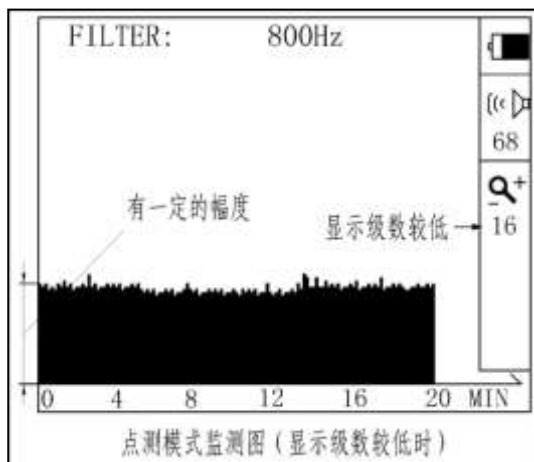
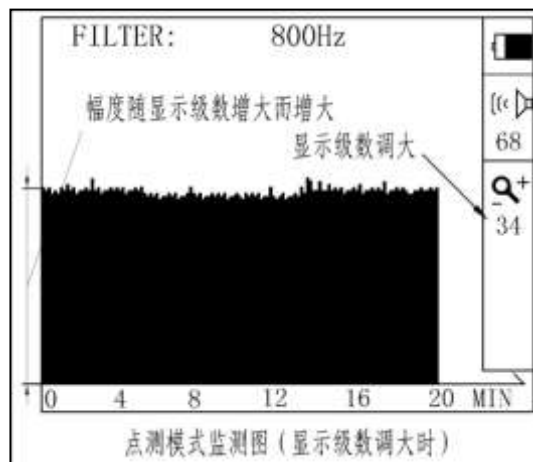

图 9.4
图 9.5
- b) 如果无论将显示级数调小或调大，图形显示为幅度都较大的包络线，可判断该处附近有漏点（见图 9.4 和图 9.5）: